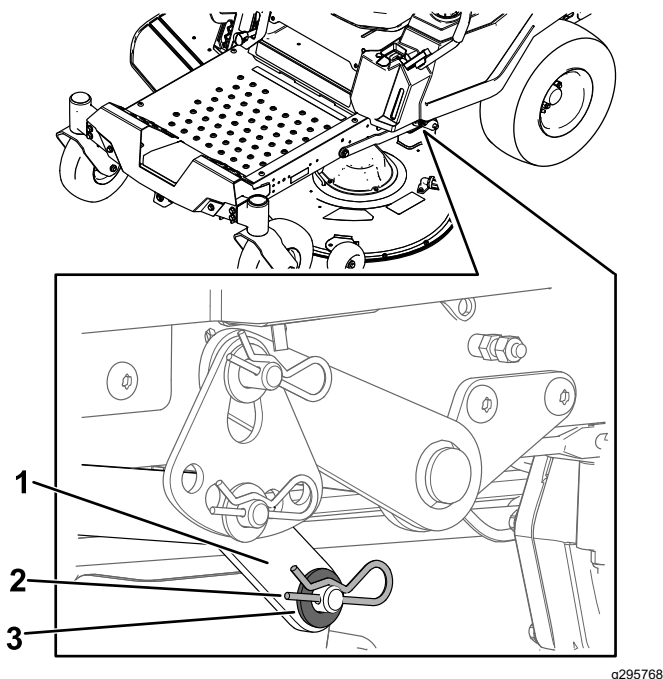

Рисунок 72
6. На одной стороне машины извлеките шайбу и шплинт из штифта деки (Рисунок 72).
7. Снимите подъемный рычаг со штифта деки (Рисунок 72).
5. На одной стороне машины поднимите заднюю часть деки газонокосилки и установите подъемный рычаг на штифт деки (Рисунок 72).
6. Установите подъемный рычаг с помощью шайбы и шплинта (Рисунок 72).